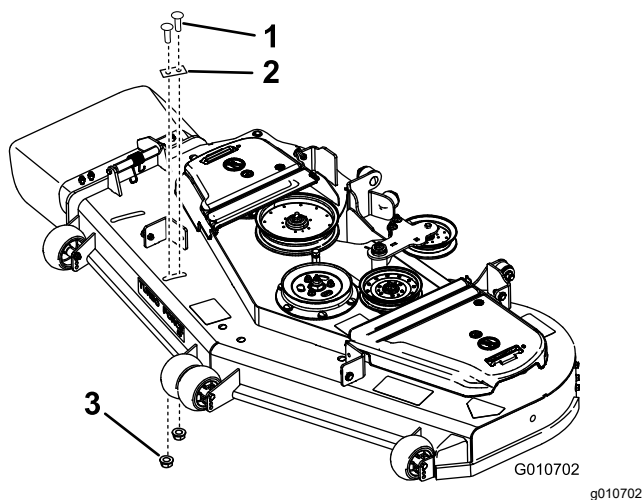

Figure 8
3. Si la fente montrée sur la Figure 8 est présente, installez la plaquette d'obturation avec 2 boulons de carrosserie ($\frac{3}{8}$ x 1 po) et 2 écrous à grande embase ($\frac{3}{8}$ po).